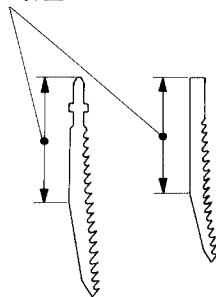

図 6
- ガイドローラが使用できるブレードは、図6に示す背面の直線部の終りまでが52mm以上あるブレードだけです。これ以外のブレードを使用するときは、ガイドローラを後方へずらして、ブレードに当てないで使用してください。